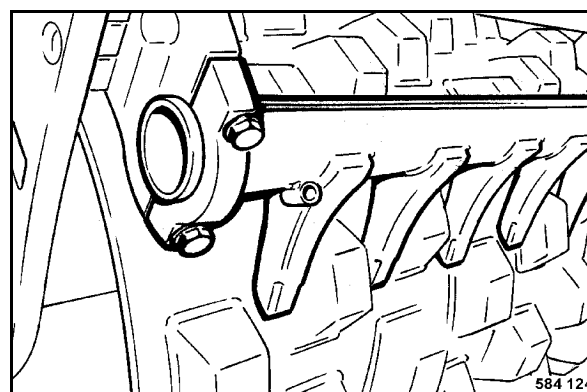

Fig. 194
- Vérifier le réglage et l'état des racleurs (Fig. 194), les régler si besoin ou remplacer les dents.